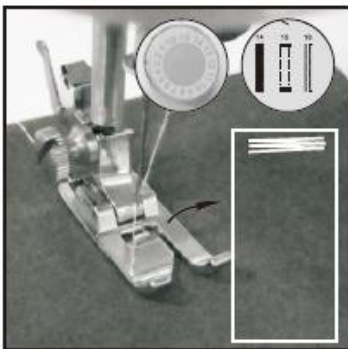

Abb. 15
- 2) Schalten Sie die Maschine mithilfe des Schalters ein und nähen Sie fünf bis sechs Stiche mit langsamer Geschwindigkeit, schalten Sie dann die Maschine aus (Abb.15).